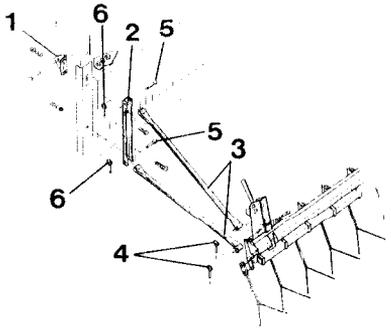
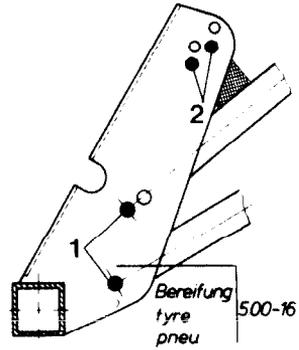

Fig. 76
Fig. 77
- Le renfort coudé (fig. 76/1) est déjà monté de série sur votre semoir.
- Fixer la glissière verticale (fig. 76/2) sur la trémie.
- Les flexi-doigts de recouvrement sont vissés sur le support tubulaire (fig. 76/3) au moyen de deux vis (fig. 77/1) et verrouillés avec des sécurités à goupille (fig. 76/4).
- L'amortisseur oscillant métallique doit être vissé sur le D8 SPECIAL comme indiqué sur la fig. 77/2.
- Mettre en place les supports tubulaires (fig. 76/3) dans les glissières verticales (fig. 76/2) les visser et verrouiller avec les sécurités à goupille (fig. 76/6).